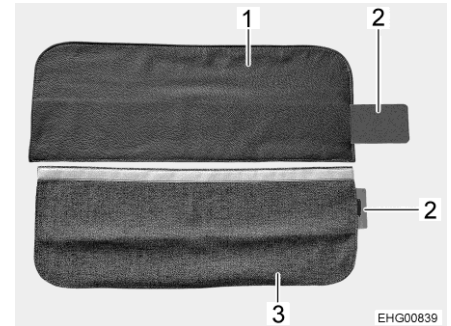

Bild 92 Sätesklädsel
Sätesklädseln kan vara gjord av läder (Bild 92,1) eller av tyg (Bild 92,3).
- Skjut in hela metallförstärkningen (Bild 92,2) i sätesklädselns ficka (Bild 92,1 eller Bild 92,3).